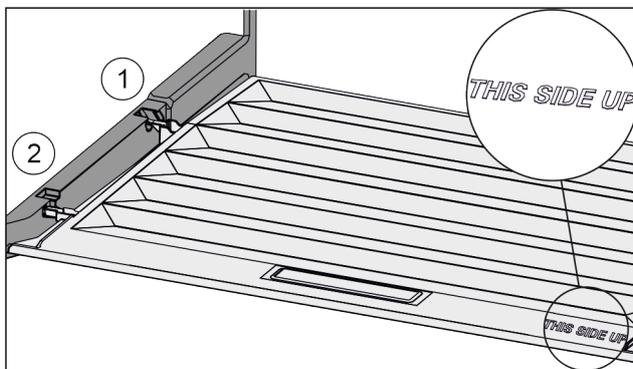

Fig. 92
- ▶ Prečke poklopca uvedite preko otvora stražnjeg držača Fig. 92 (1) i ugnavite ih u držač Fig. 92 (2).